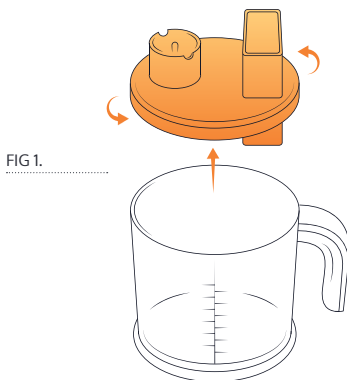

FIG 1.
1. Tenere premuti entrambi i pulsanti (FIG 1.) e inserire l'attacco con lame nel gruppo motore.
1. Premere e tenere premuti i pulsanti (FIG 1.) e inserire l'accessorio frusta nel motore.
1. Premere e tenere premuti i pulsanti (FIG 1.) e inserire lo schiacciapatate nel motore.
1. Tenere premuti entrambi i pulsanti (FIG 1.) e inserire lo spiralizzatore (FIG 3.) nel motore.
1. Estrarre le parti assemblate dal misurino. (FIG 1.)
1. Premere e tenere premuti entrambi i pulsanti (FIG 1.) e inserire il contenitore del mixer (FIG 3.) nell'unità motore.
1. Rimuovere il coperchio del contenitore del robot da cucina ruotandolo in senso antiorario. (FIG 1.)